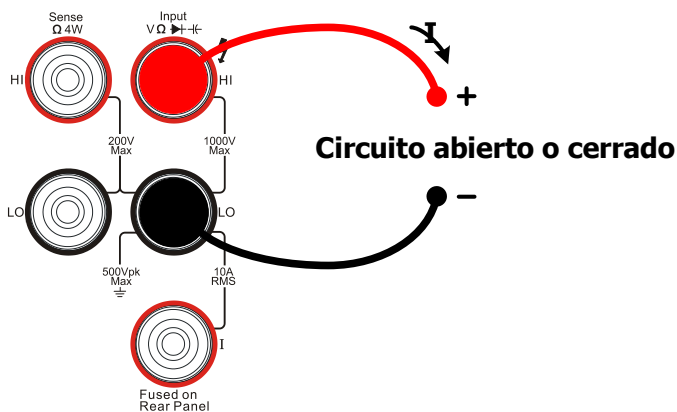

Figura 2-26 Esquema de conexiones
1. Conecte las puntas de prueba como se ve en la Figura 2-26. La punta roja al terminal de entrada HI; la negra al terminal de entrada LO.